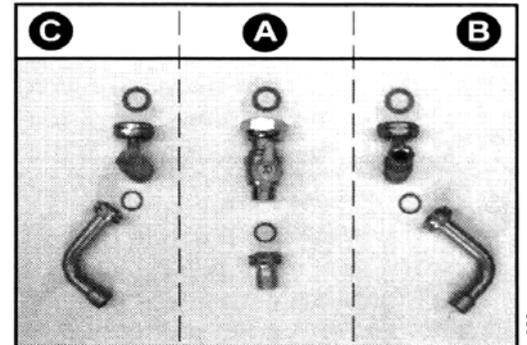

Рис.7
- Согласовать комплектующие, поставленные с аппаратом, соблюдая порядок, показанный на рис.7
Обозначения к Рис.7